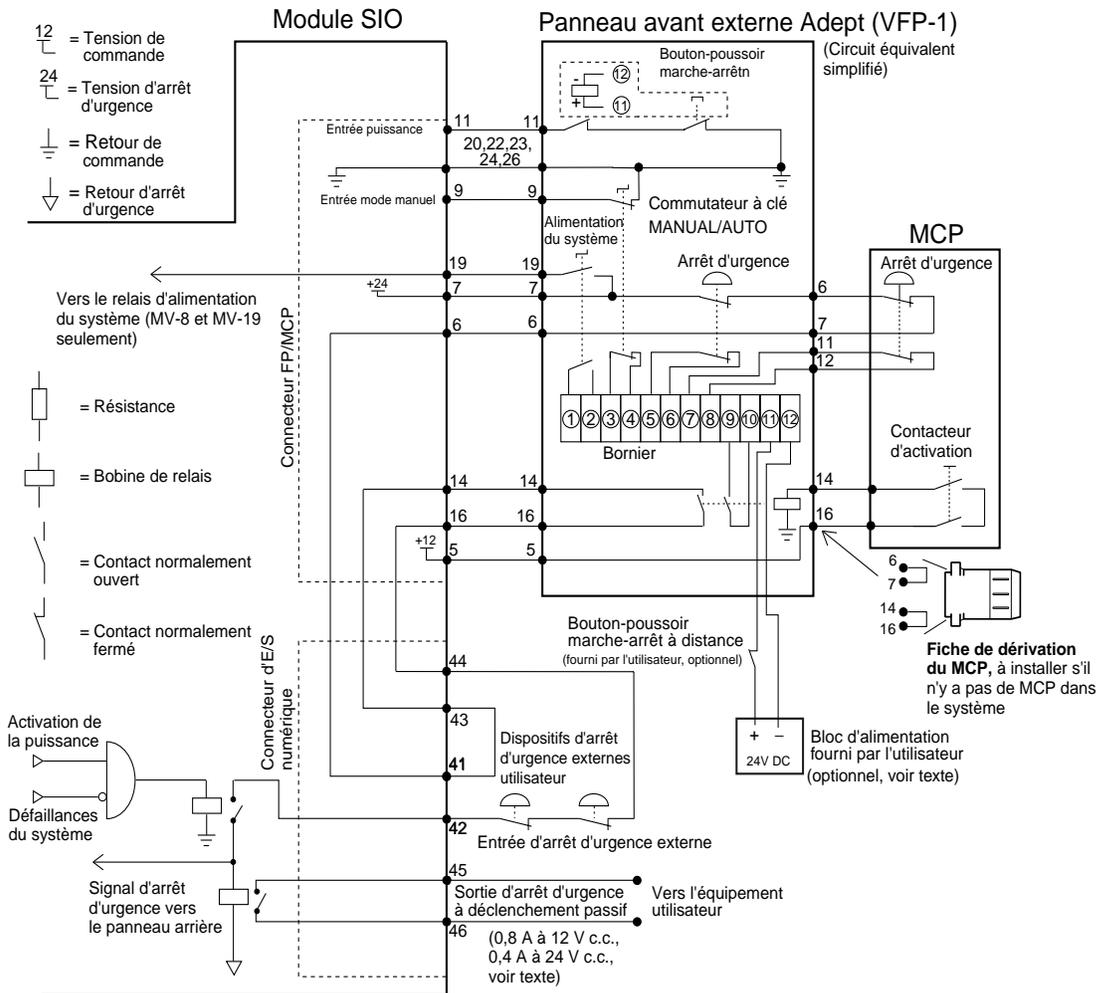

Figure 3-4. Diagramme du circuit d'arrêt d'urgence avec VFP et MCP
Les broches 42 et 44 sur le connecteur d'E/S numérique sur le module SIO doivent être reliées par l'entremise d'un circuit de sécurité normalement fermé (NC) fourni par l'utilisateur. De multiples boutons d'arrêt d'urgence externes peuvent être branchés en série (voir Figure 3-4 à la page 106). Le circuit d'arrêt d'urgence devrait aussi être utilisé pour surveiller les autres éléments critiques pour la sécurité, incluant, sans s'y limiter, les barrières de sécurité et les blocs d'alimentation de codeur. Les broches 41 et 43 font aussi partie du circuit d'arrêt d'urgence – pour la plupart des applications, relier la broche 41 à la broche 43.
La sortie d'arrêt d'urgence à déclenchement passif provenant du module SIO est constituée d'un contact de relais libre de potentiel, normalement ouvert. La sortie est commandée par les signaux reçus des dispositifs d'arrêt d'urgence externes et des arrêts d'urgence du MCP et du panneau avant (voir Figure 3-4 à la page 106).
a Pour plus d'information sur les broches 41, 42, 43 et 44, voir la Figure 3-4 et la Figure 3-5.